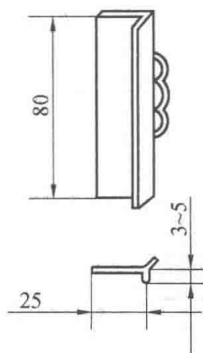
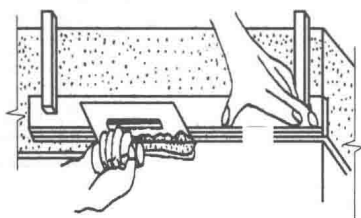

图 1.13 小阳角抹子
图 1.14 踢脚上口
(9) 砖墙抹水泥砂浆。
①抹底子灰。在抹外墙混水墙面做灰饼时,除了拉横线之外,垂直方向也要做灰饼,再在这两个灰饼上下拉线,每步架子做一个灰饼。在底灰刮平之后,还须在底子灰上划毛,以便于与面层黏结牢固。墙裙、踢脚的底子灰比实际尺寸要高出 5 mm。抹好罩面灰以后依据水平线用粉线包弹出高度尺寸,把八字靠尺靠在线上用抹子切齐,再用小阳角抹子(图 1.13)捋光上口,然后再压光。如果地面是先做好的,可钉板凳尺去切踢脚上口,就不需要弹线了。板凳尺是用长约为 1.5 m 的八字靠尺,根据踢脚高度钉在小木板上做成的。板凳尺立在地面上即是踢脚上口,如图 1.14 所示。